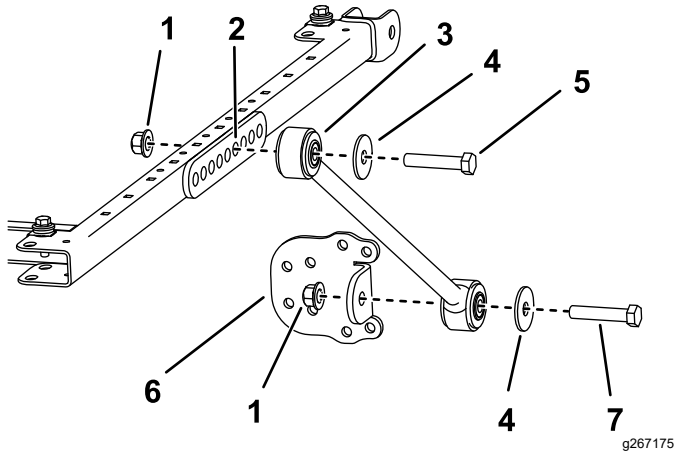

Figura 24
9. En cada lado del bastidor del toldo, monte provisionalmente un tirante en el sexto taladro del soporte con un perno ($\frac{1}{2}$ " x $2\frac{3}{4}$ "), una arandela ($\frac{1}{2}$ ") y una tuerca con arandela prensada ($\frac{1}{2}$ "), tal y como se muestra en la Figura 24.
10. Sujete provisionalmente un soporte de tirante a cada tirante con un perno ($\frac{1}{2}$ " x $2\frac{1}{2}$ "), una arandela ($\frac{1}{2}$ ") y una tuerca con arandela prensada ($\frac{1}{2}$ "), según se muestra en Figura 24.